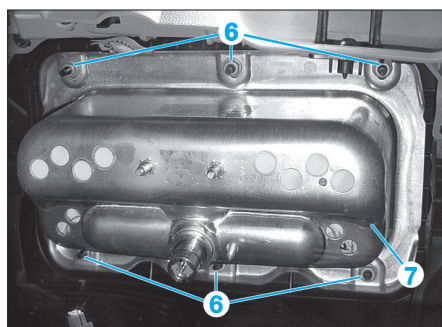

Fig. 6
- Déposer les six écrous (6) puis le module d'airbag (7) (Fig.6).